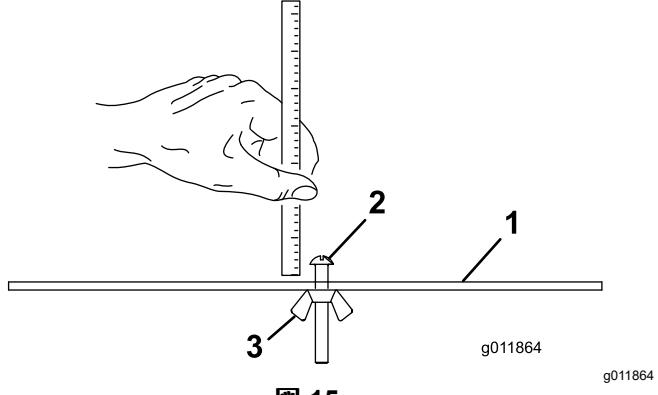

図 15
2. ゲージバー **図 15** のナットを緩め、調整ボルトで希望の刈高さに設定する。